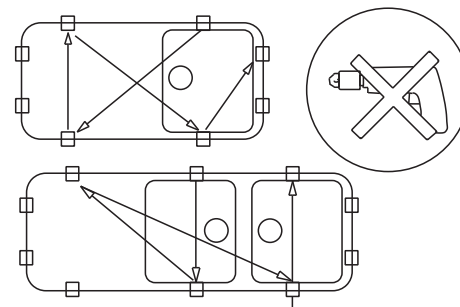

Рис. 6 / 6-сур.
4. Закрепите мойку в столешнице с помощью креплений, используя отвертку. Нельзя использовать электро- или пневмоотвертки. Крепления необходимо затягивать в указанной последовательности (рис. 6).